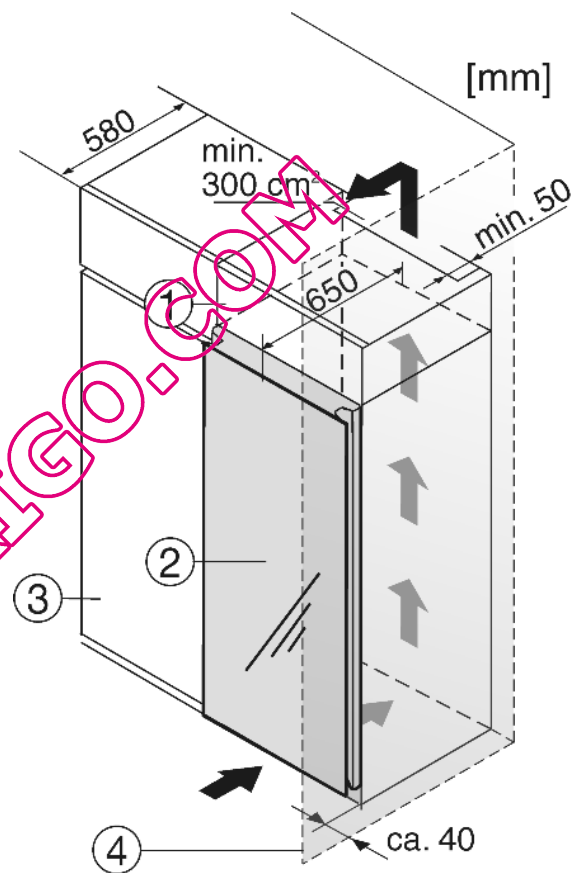

Fig. 18
- (1) Élément haut
- (2) Appareil
- (3) Placard de cuisine
- (4) Mur
Lors de la transformation avec des placards de cuisine normalisés (profond. max. 580 mm), l'appareil peut être placé directement à côté du placard Fig. 18 (3). La porte de l'appareil saillit de 70 mm par rapport à la face avant du placard de cuisine. Ainsi, elle se laisse ouvrir et fermer sans problèmes.
Si l'appareil est installé avec les charnières à côté d'un mur Fig. 18 (4), la distance entre l'appareil et le mur doit être de 40 mm min.